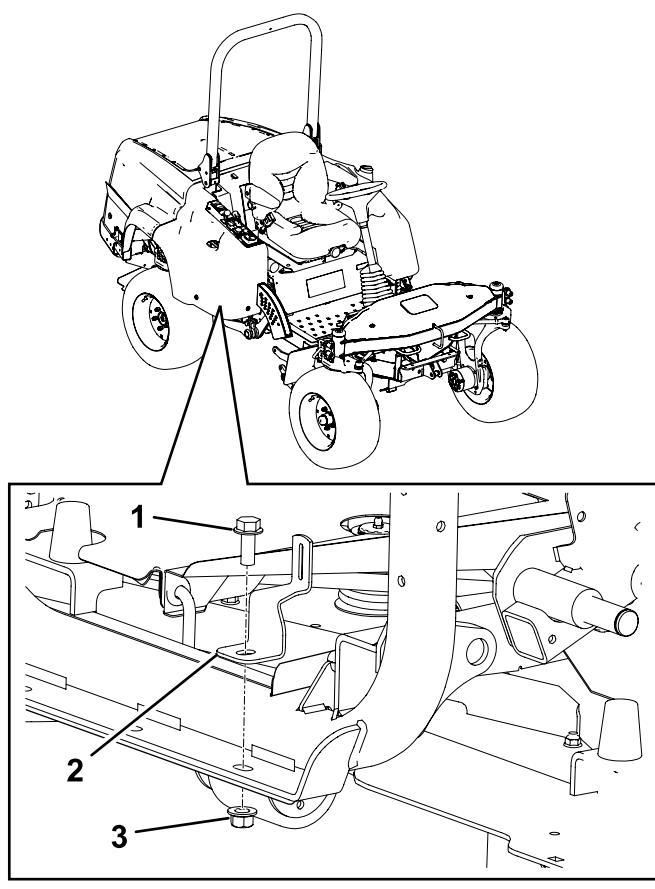

Figura 24
2. Montate il supporto dello schermo a destra del telaio con il dado e il bullone rimossi nel passaggio precedente (Figura 24).